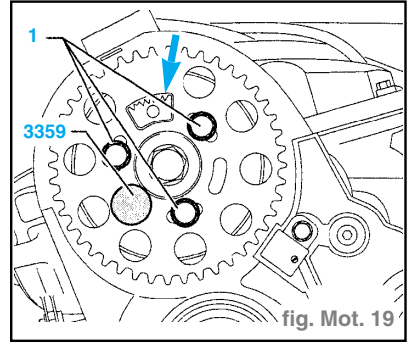

fig. Mot. 19
- Desserrer les vis de fixation (1) du pignon d'arbre à cames (fig. Mot. 19).
- Mettre les vis de fixation (1) en place à la main en ne laissant aucun jeu par rapport au pignon d'arbre à cames.
- Serrer les vis de fixation (1) du pignon d'arbre à cames à 2,5 daN.m (fig. Mot. 19).
- desserrer les vis de fixation (1) du pignon d'arbre à cames (fig. Mot. 19),